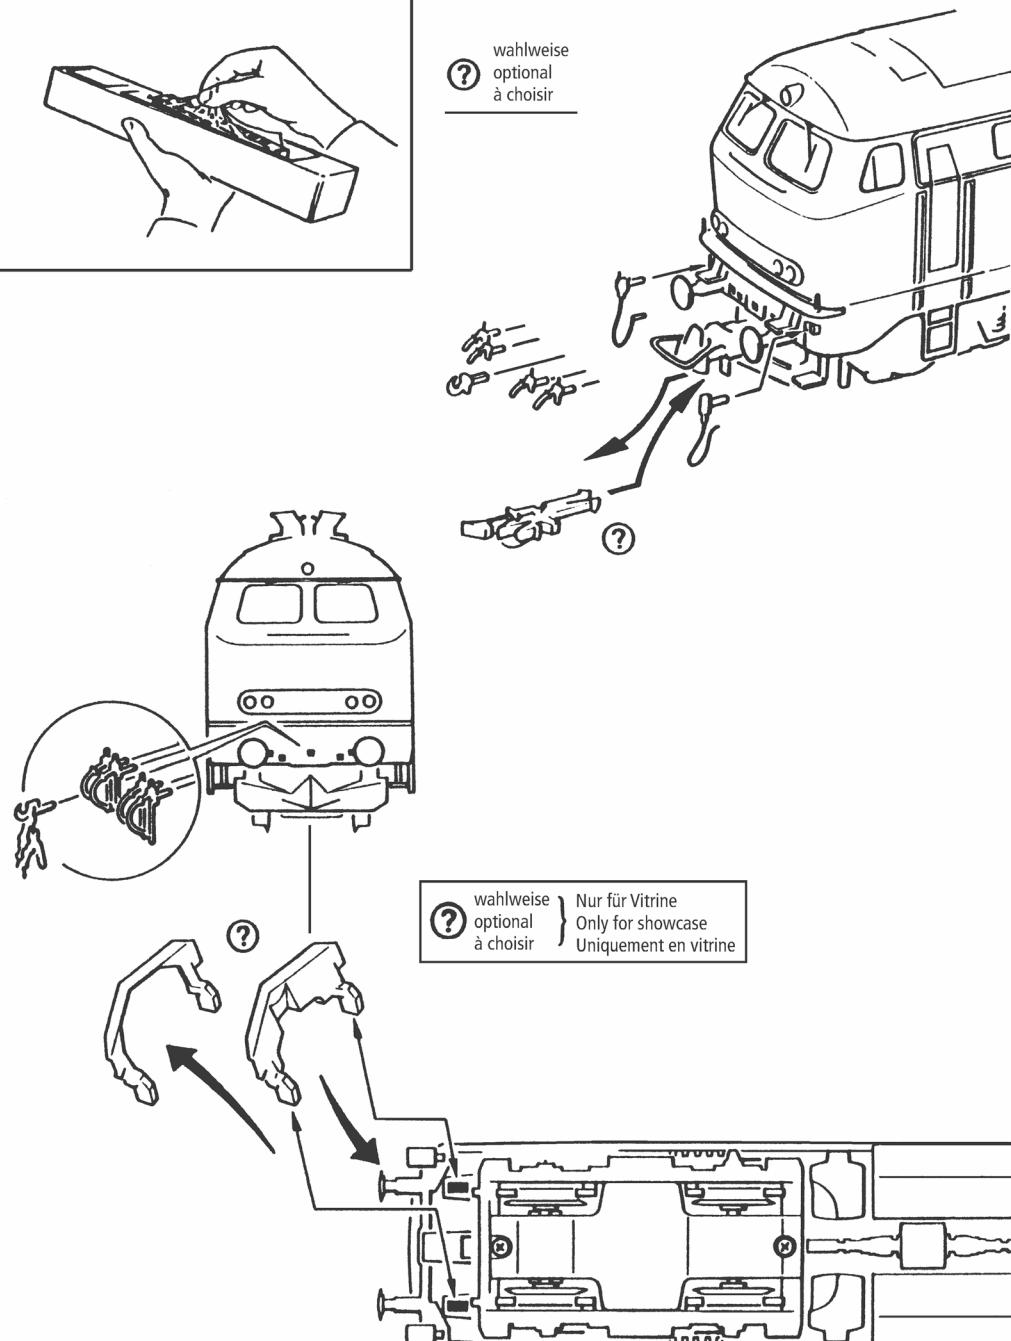

Fig. 3
Mehrzugbetrieb: Zuerst Lokgehäuse abnehmen (Fig. 3). Danach den Brückenstecker aus der Schnittstelle entfernen (diesen sorgsam aufbewahren). Danach den Stecker des Decoders lagerichtig einsetzen (siehe Fig. 6).
2. Schmierung: Versehen Sie die im Schmierplan in Fig. 7 gekennzeichneten Stellen mit nur **kleinen Öltropfen**. Dazu zuerst das Lokgehäuse abnehmen (Fig. 3). Wir empfehlen den ROCO **Öler Art.-Nr. 10906**. Fürs Schmieren der Getriebeteile (Zahnräder, Schnecke) empfehlen wir das **ROCO-Spezialfett Art.-Nr. 10905**. Im Falle der Schmierung diese Teile **nicht ölen**.
4. Motorwechsel: Lokgehäuse abnehmen (Fig. 3). Danach wird der Motor ausgebaut (Fig. 9).
2. Lubrication: Apply **tiny oil drops** to spots marked in fig. 7. Prior to lubrication dismantle locomotive (fig. 3). We recommend using item no. **10906, Roco oiler**. For lubrication the gearparts (e.g. cogwheels, worm) we would recommend our Roco **special grease** (item no. **10905**).
4. Motor Changing: First remove loco body (fig. 3), and then the motor (fig. 9).
2. Graissage: N'appliquez **qu'une tout petite goutte** aux endroits indiqués par le plan de graissage (fig. 7) après avoir démonté la caisse de la locomotive (fig. 3). Nous vous recommandons **le graisseur à huile Roco réf. 10906**. Pour graisser les engrenages (roues dentées, vis sans fin) nous vous conseillons la **graisse spéciale Roco réf. 10905** pour engrenages en matières synthétiques. Lorsque vous utilisez cette graisse il faut éviter d'huiler ces composants.
4. Remplacement du moteur: Démontez la caisse (voir fig. 3). Démontez ensuite le moteur (fig. 9).
voir } Fig. 3